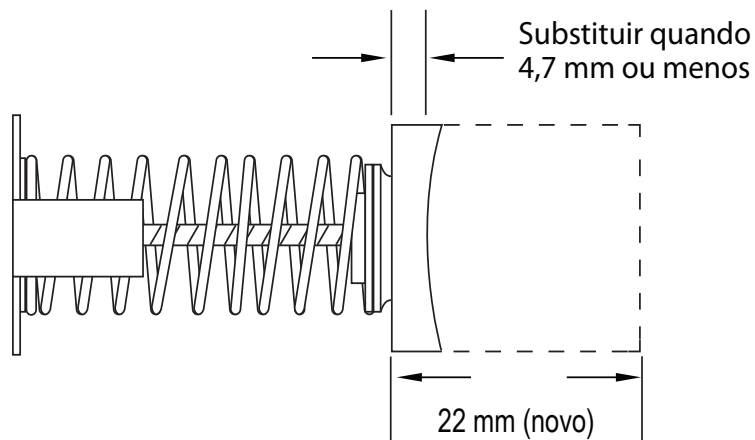

Figura 8.
2. Veja a Figura 8. Os conjuntos de escova devem ser substituídos se estiverem com 4,7 mm ou menos.